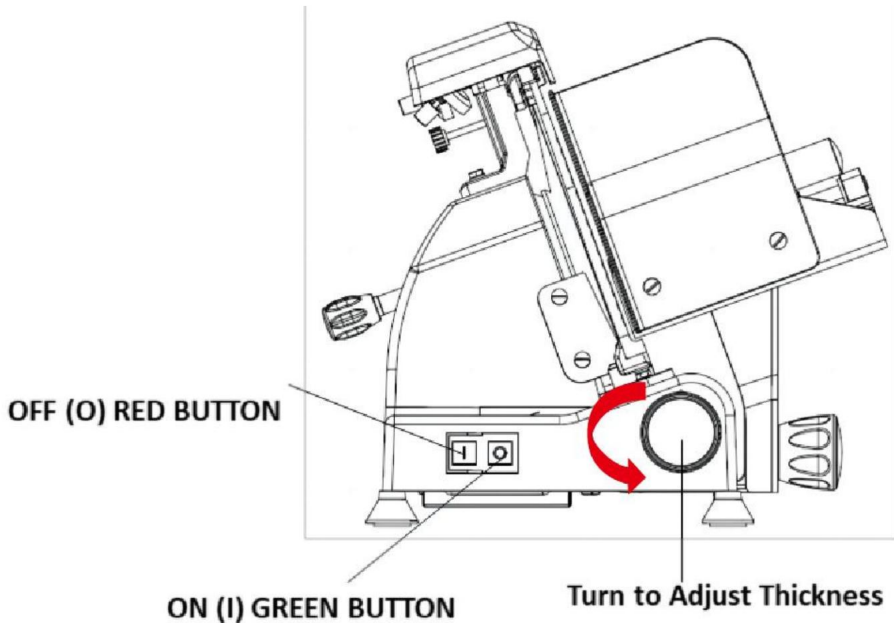

Fig. 2
5. För att sätta PÅ köttskäraren, tryck på den gröna "I"-knappen. (Se fig. 2)
6. För att stänga AV köttskäraren, tryck på den röda "O"-knappen. (Se fig. 2)
12. När du är klar, stäng av köttskäraren "AV" (O) genom att trycka på den röda knappen. (Se fig. 2)